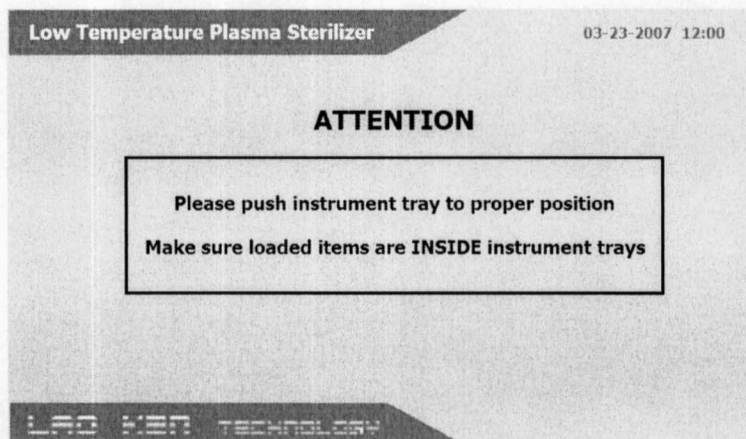

Рис. 29. Окно полки
- Если появляется окно, как на рис. 29, когда дверь камеры закрывается, проверьте наличие предметов на пути двери камеры. Удалите предметы и закройте дверь снова.